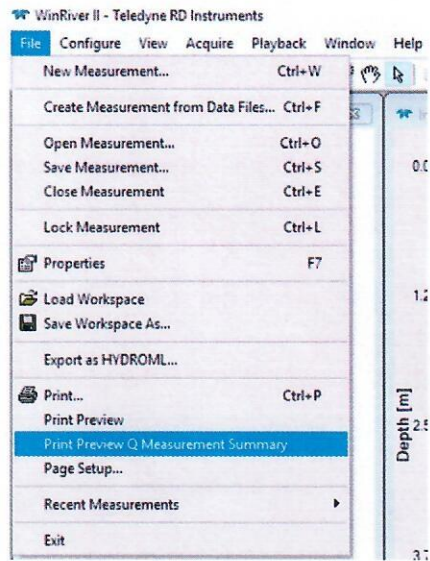

Fig. 29
- 3) Din meniul File alegem obținea Print Preview Q Measurement Summary (fig. 29).